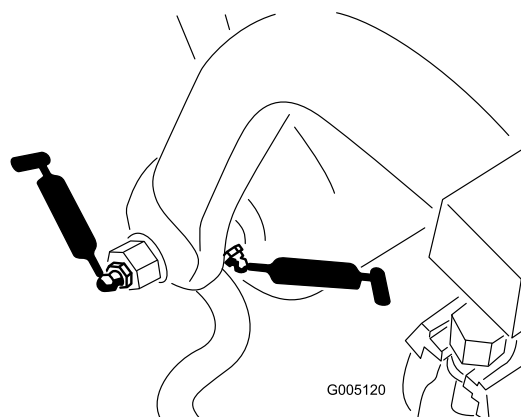

図 42
- ・ プルフレームのシャフトとローラ：12 か所 (図 42)